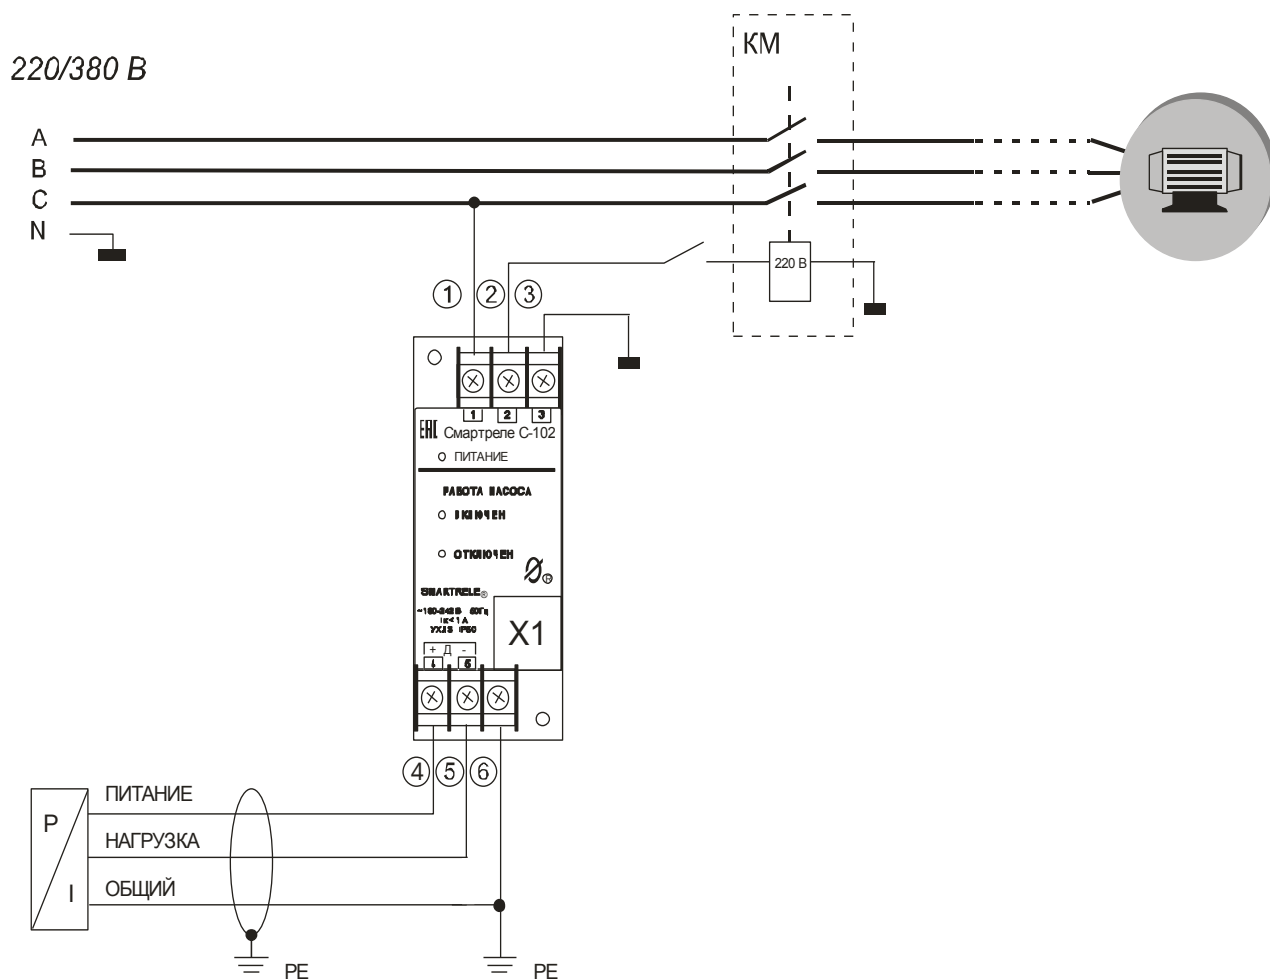

Рисунок 3 – схема включения реле СМАРТРЕЛЕ C-102 в систему управления электродвигателем насоса
7.2 Подключение реле типа С-102 производится в соответствии со схемой рис.3.
8.3 Для выполнения операции программирования необходимо соединить реле с персональным компьютером в соответствии с рис.3 и подать между его выводами 1 и 3 напряжение сетевого питания.